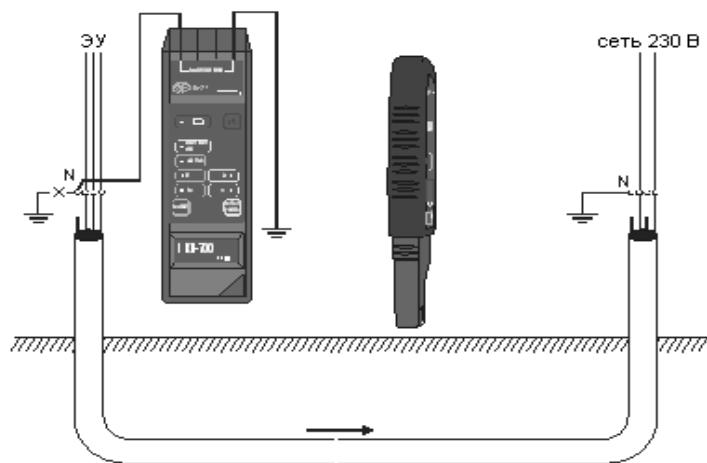

**Рис.14 Поиск кабеля в земле – заземление объекта отключено, режим работы «ток» „M”**
- Подключить одно из гнезд **1**, **2** генератора к заземлителю (например, в виде зонда, забитого в землю), как можно дальше от щита, а второе - с фазным проводником кабеля (Рис.14);